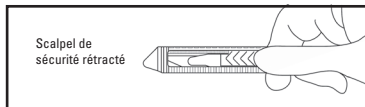

Figure 4
- Pour rétracter la lame du scalpel de sécurité, placer le pouce sur le manche du scalpel tel qu'illustré ci-dessous et exercer une pression jusqu'à ce que la lame se rétracte (figure 4).